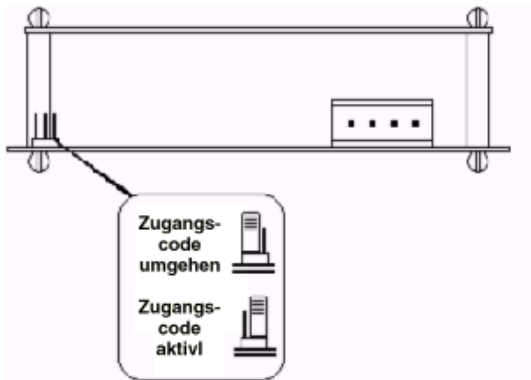

Abb. 7: Lage des Jumpers zum Umgehen des Zugangscode
Wenn Sie den Zugangscode nicht wissen, können Sie auf die Programmierfunktionen zugreifen, indem Sie den internen Jumper für den Zugangscode in die Position "Umgehen" stecken, siehe Abb. 7. Wählen Sie dann im Hauptmenü 'CodE', und drücken Sie **P**, um den momentan eingestellten Code anzuzeigen.
Zum Erreichen des Jumpers Klemmenblock abziehen und Geräterückwand nach lösen der vier Schrauben entfernen. Die Elektronik vorsichtig nach hinten aus dem Gehäuse herausziehen und die Steckbrücke setzen wie in Abbildung 7 dargestellt.
- a. Ziehen Sie den Klemmenanschlußblock an der Geräterückseite ab und entfernen Sie die Gehäuserückwand wie in Abb. 7 dargestellt.